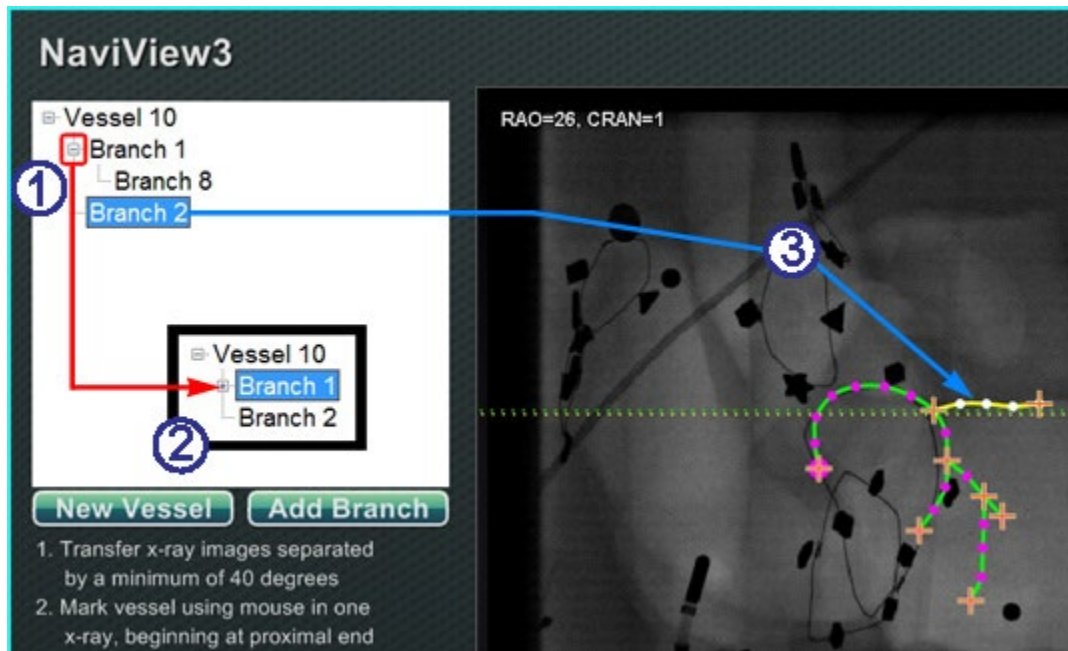

Figure 212. Arborescence de répertoire indiquant les vaisseaux et les branches
Suivez la procédure décrite ci-dessus pour créer plus de branches à partir de branches et de troncs existants (**Figure 212**). Il est possible de créer autant de vaisseaux et de branches que souhaité.
Explicatif de l'ajout de branches supplémentaires (**Figure 212**)
- ① Lorsque des vaisseaux et des branches sont ajoutés, l'arborescence du répertoire s'agrandit. L'indentation de chaque nom de branche indique le niveau de celle-ci. Ainsi, le nom d'une branche indentée deux fois est la branche d'une branche.
- ② Il est possible de déployer et de réduire les noms de vaisseaux et de branches au fur et à mesure que des branches sont ajoutées en dessous. Par exemple, il est possible de réduire Vaisseau 1 dans la **Figure 212** en cliquant sur le signe moins (-). Seul le nom du vaisseau 1 s'affiche. Il est aussi possible de réduire Branche 1. Il est également possible de déployer un groupe quelconque en cliquant sur le signe plus (+).
- ③ Cliquez sur le nom d'un vaisseau ou d'une branche pour sélectionner ce vaisseau ou cette branche. Le nom est mis en surbrillance par un rectangle bleu vif, et le tracé est mis en surbrillance avec les couleurs de mode sélectionné : jaune et blanc.